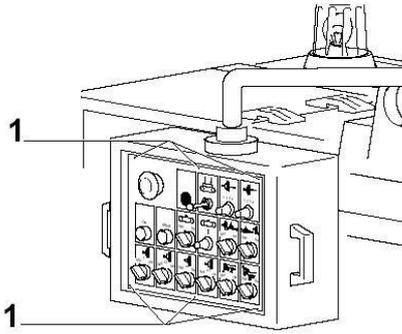

Fig. 59
1. Ouvrir la porte du tableau de contrôle (Fig. 59/1).